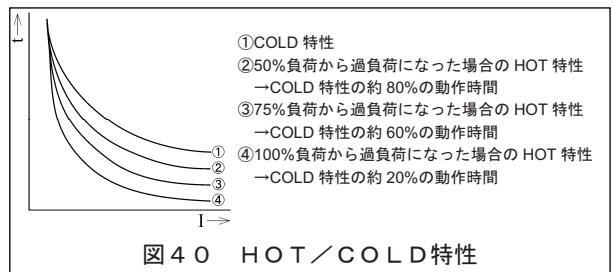

図40 HOT/COLD特性
AGR-21BL (L特性) 形OCRの設定値を表25, 特性を図40~図42に示します。
⑤: ピックアップ電流値とは, OCRが過電流を判定する際のしきい値です。 $[I_n] \times 1.05$ < (ピックアップ電流値) $\leq [I_n] \times 1.2$ の範囲内にあり, ピックアップ電流値を超えると, OCRは引外しの為の時限の計測を始めます。電流が一旦ピックアップ電流値未満になると, 時限の計測は解除されます。
⑥: HOT特性は, ある負荷状態がある程度継続した後に過負荷状態となった時, 通常の長限時引外しの特性 (=COLD特性) よりも短い時間で動作する特性です。出荷時は, COLD特性に設定されています。HOT特性への変更方法は, 5-2-3-6.を参照ください。HOT特性時の負荷状態の記憶は, 制御電源喪失時解除されます。HOT/COLD特性の動作時間を図40に示します。
⑦: 短限時引外し機能は, 長限時引外し機能に対し, 優先動作します。短限時引外しより長限時引外しの時限が小さい領域でも, 短限時引外し機能の時限で動作します。